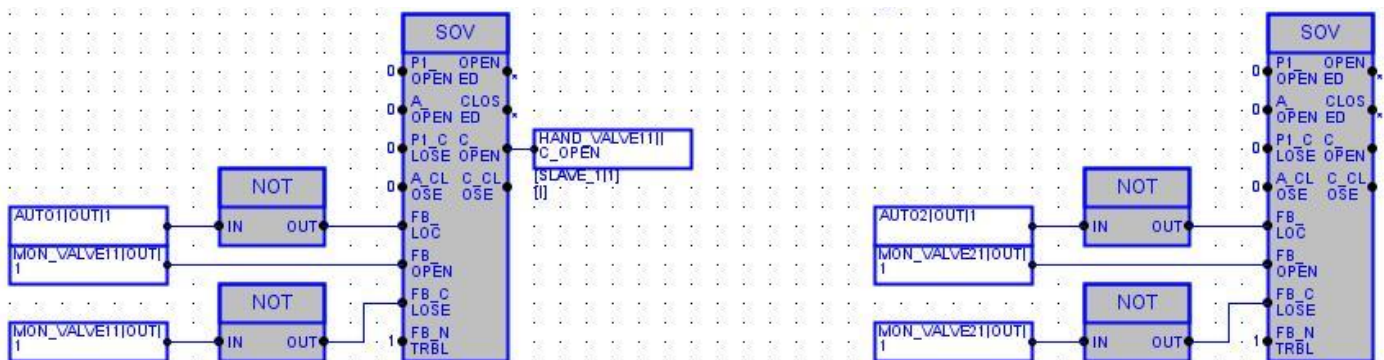

Рис. 4. Мониторинг и управление соленоидными клапанами 11 и 21
1.2. Мониторинг и управление (только 11) соленоидными клапанами 11 и 21 (см. рис. 4) осуществляется блоками SOV (Automation/Open Loop Controller/SOV). Настройки блоков представлены на рис. 5.